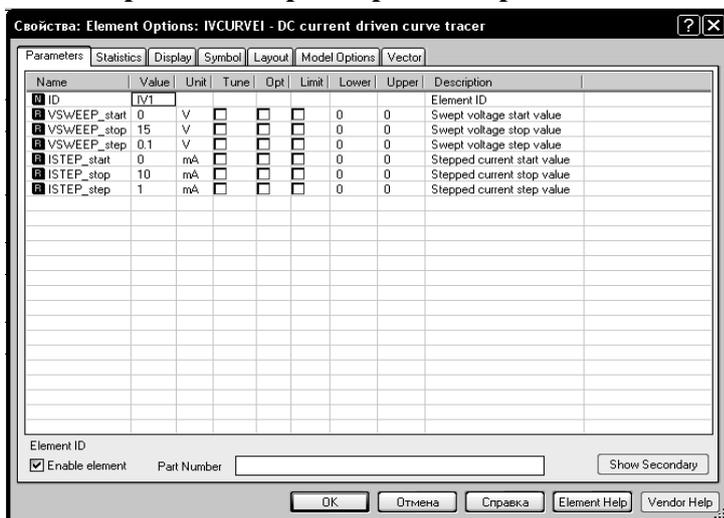

Рис. 3.4
2. Измените значения полей **Value** (Значение), как показано на рис. 3.4 и нажмите **ОК**.